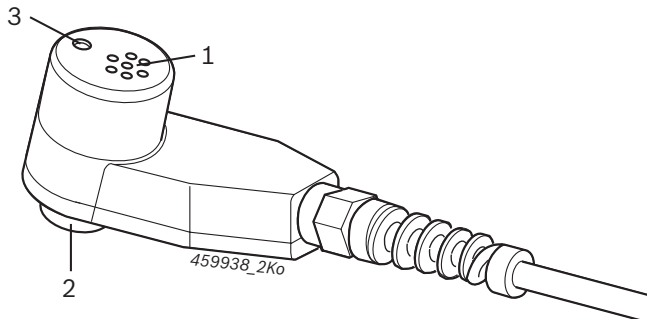

Fig. 2: Kombisensor
! Ved BEA 030, BEA 055, BEA 060 eller BEA 065 kan det bare opprettes en forbindelse til BEA 040 via forbindelseskabel 1 684 463 810 (ekstrautstyr). I et slikt tilfelle forsynes BEA 040 med strøm via forbindelseskabel 1 684 463 810 gjennom BEA 030, BEA 055, BEA 060 eller BEA 065 og nettdapteren (fig. 2, pos. 4) **må ikke** tilkobles.